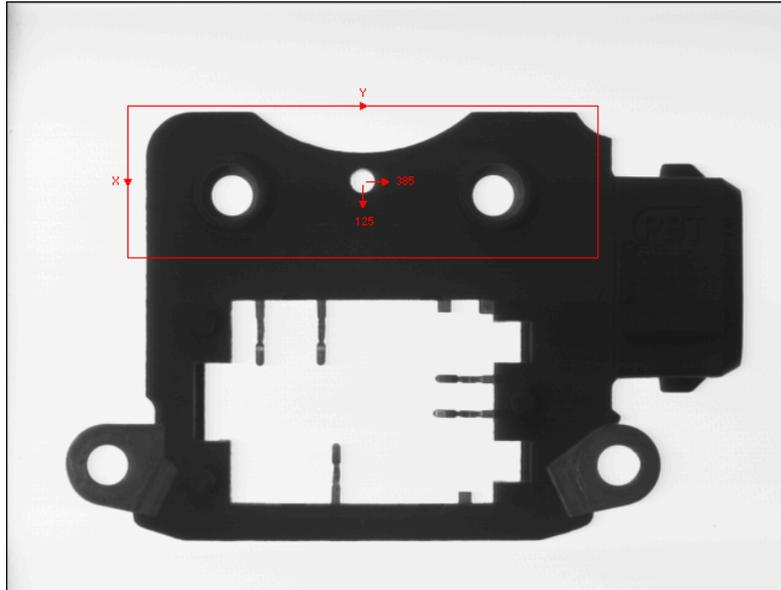

Figure 8-3. Définition d'une région
4. Développez le groupe **Région**. Sélectionnez le paramètre X et passez en mode Graphiques interactifs (voir Figure 8-3. Définition d'une région).